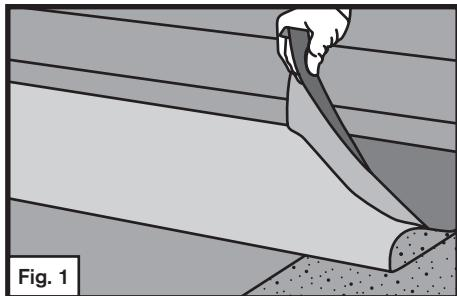

Fig. 1
**Paso 5.** Pliegue la lámina alineada a la mitad y deje ver la película antiadherente. Ver la Fig. 1
**Paso 6.** Despegue la película antiadherente a 45 grados con un movimiento constante y, al mismo tiempo, sostenga firmemente la mitad de la lámina que está en contacto con el techo a medida que se retira la película. Ver la Fig. 1